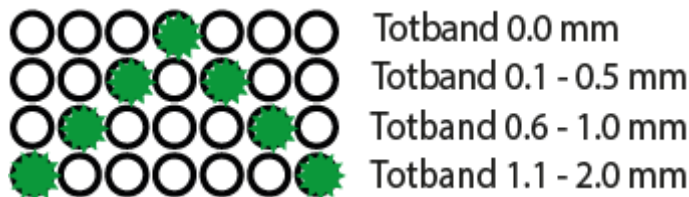

Bild 9: LED Anzeige der Totband-Werte BKS015_BA_Manual.ai
- Mit den Tasten  *und*  ist der Totbandwert einstellbar (**Bild 9**)